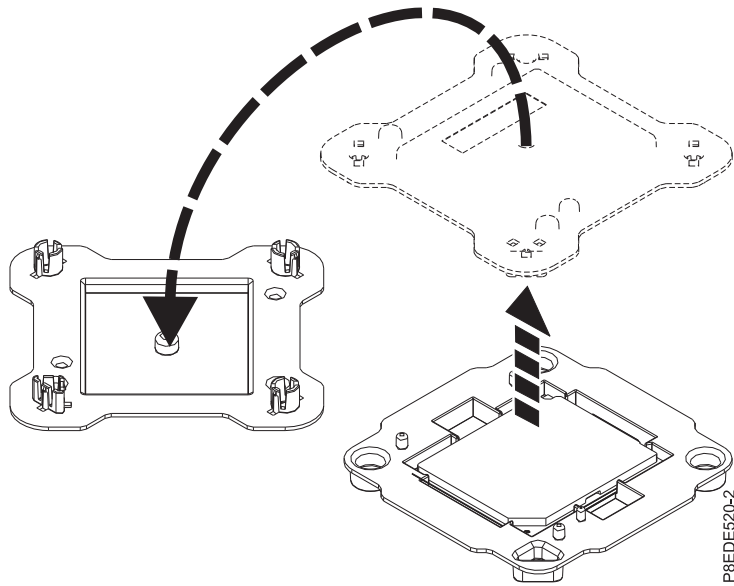

Figure 2. Ouverture de l'emballage du module processeur système
3. Ouvrez l'emballage du nouveau module processeur système et placez le couvercle à l'envers près du bac, comme illustré dans la figure 2, à la page 5. Le couvercle est utilisé pour le module processeur système que vous remplacez.